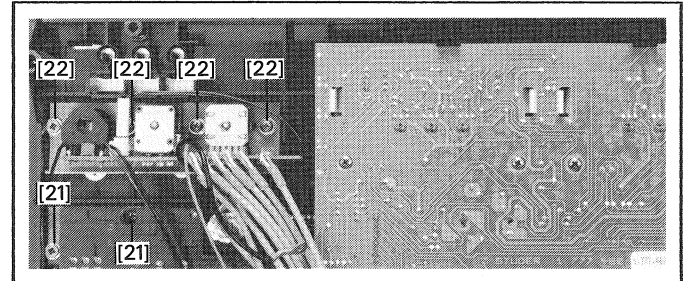

Fig. 9
- 2 Schrauben [21] (Fig.9) lösen.